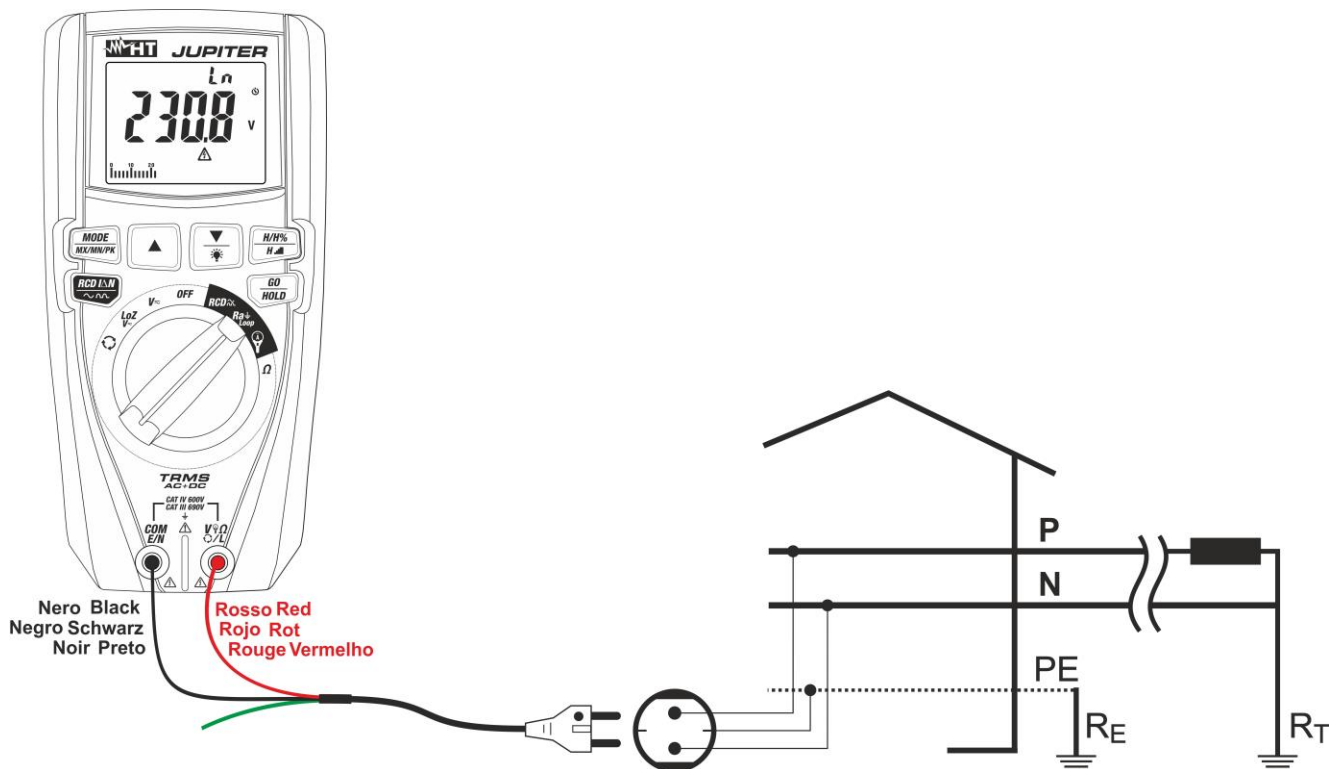

Fig. 25: Uso dello strumento per misura impedenza Loop L-N con cavo a spina Schuko
7. **Per misura di Loop L-N** in caso di uso del cavo con spina shuko inserire il conduttore rosso nel terminale di ingresso $V_{\Omega L}$ e il conduttore nero nel terminale di ingresso **COM/E/N** e collegare lo strumento all'impianto in esame (vedere Fig. 25). Il valore della tensione Fase-Neutro è mostrato a display